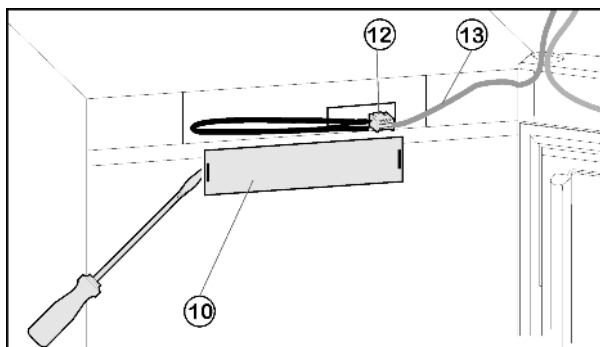

Fig. 4
- ▶ Снимите переднюю накладку Fig. 4 (10) с помощью плоской отвёртки.
- ▶ Снимите контакт и извлеките разъем Fig. 4 (12).
- ▶ Высвободите из направляющей серый кабель Fig. 4 (13).
- ▶ Снова установите разъем Fig. 4 (12).
- ▶ Снова установите крышку Fig. 4 (10).